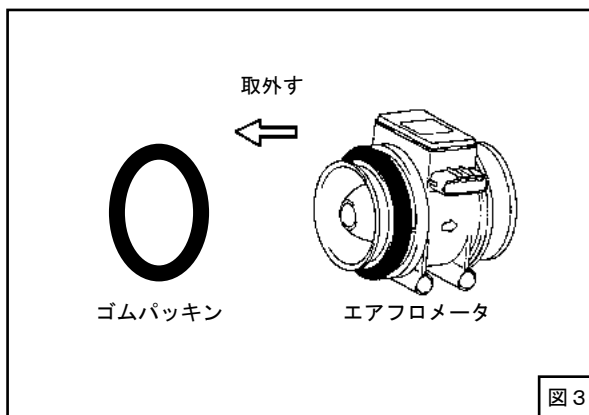

図3
- (7) エアクリーナケースアッセンブリからエアフロメータを取外してください。また、エアフロメータについているゴムパッキンも取外してください。(図2、図3)